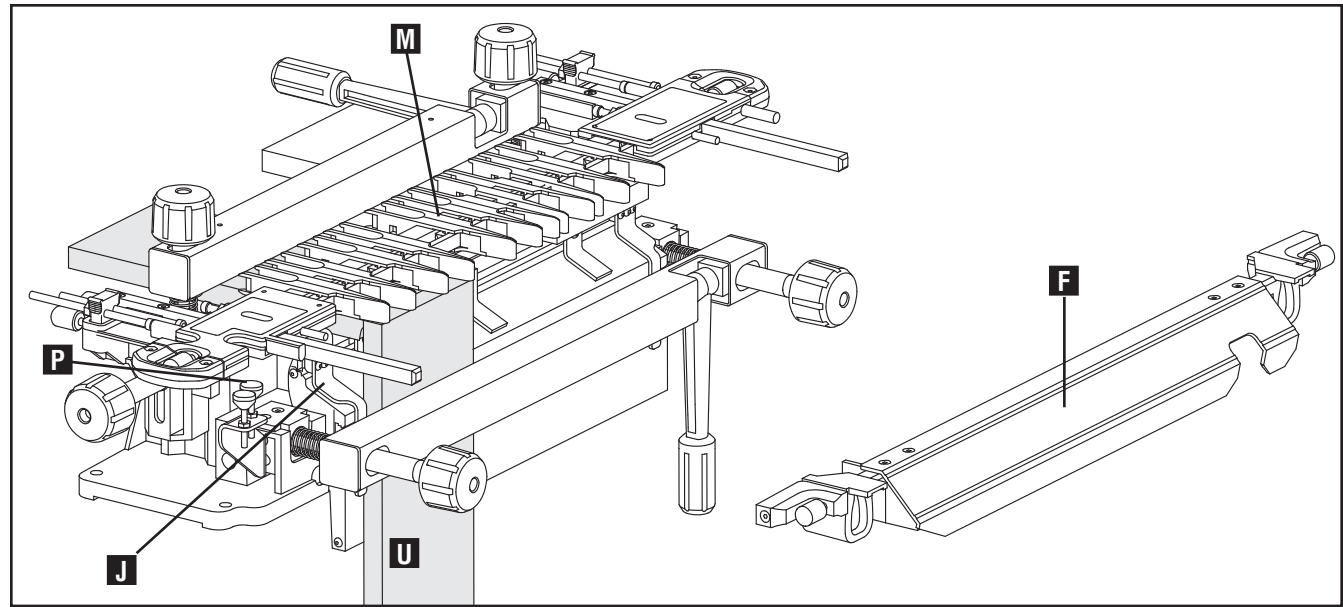
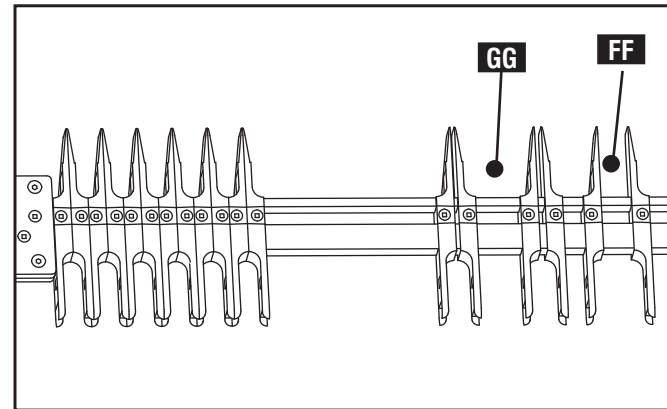

Fig. D12
Fig. D13
2. Monte la tabla con espiga (U) Fig. D12 con la "superficie externa" lejos de la horma. Asegúrese de que esté al ras de la guía desplazada hacia la izquierda (J). Monte la plantilla (M) y asegúrese de que el extremo de la tabla con espiga (U) esté al ras del fondo de la plantilla.
3. Reemplace la barra del estabilizador (F) Fig. D12.
5. Configure la profundidad de la broca de la rebajadora (como se describió) con el calibre de profundidad adecuado. (P)
6. Realice el corte. Asegúrese de cortar entre los encastres angulares (GG) Fig. D13, no entre los encastres angulares (FF). Realice pequeñas pasadas, de izquierda a derecha dentro de los encastres.